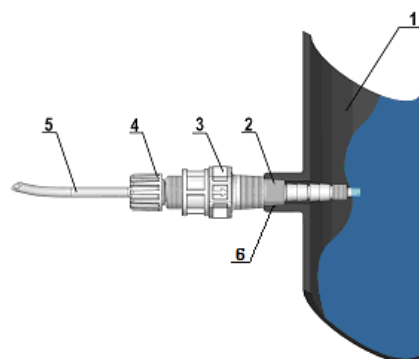

Fig. 7 - Montaje del racor
Tanto en el tubo de impulsión como en el de aspiración, evite curvas excesivas con el fin de evitar estrangulamientos en el tubo. Aplique en el conducto de la instalación que hay que tratar, en el punto más idóneo para efectuar la inyección del producto que hay que dosificar, un racor de 3/8" o 1/2" gas hembra. Este racor no se incluye en el suministro. Enrosque la válvula de inyección en el «racor de junta» utilizando cinta de PTFE, véase la Fig. 7. Conecte el tubo (5) en la conexión cónica de la válvula de inyección (3) y bloquéelo con la virola correspondiente (4). La válvula de inyección (3) también es una válvula de no retorno.